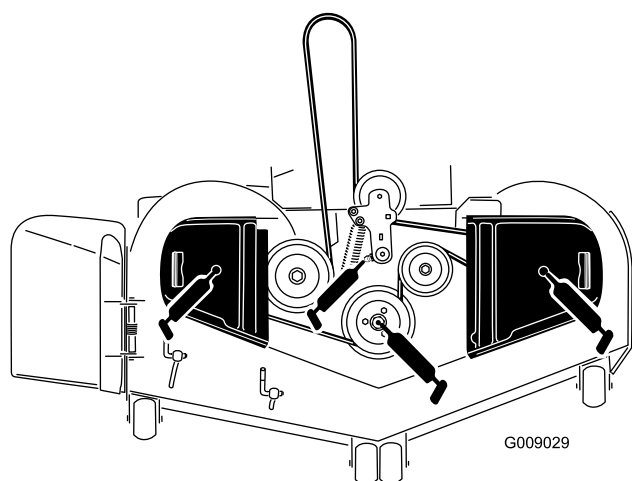

Figure 41
3. Graissez le pivot de la poulie de tension du tablier de coupe jusqu'à ce que la graisse ressorte par le bas (Figure 41).
4. Lubrifiez les roulements des trois axes jusqu'à ce que la graisse sorte par les joints inférieurs (Figure 41).